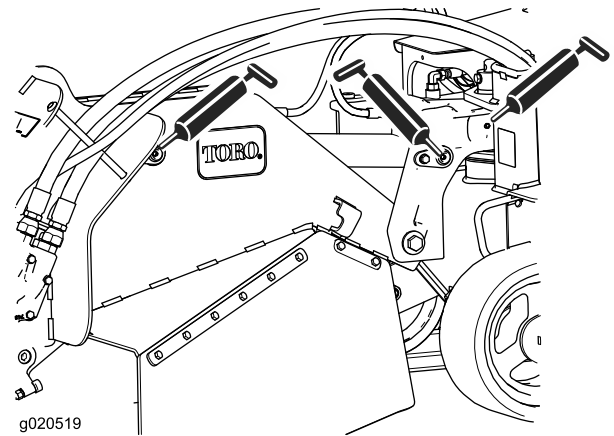
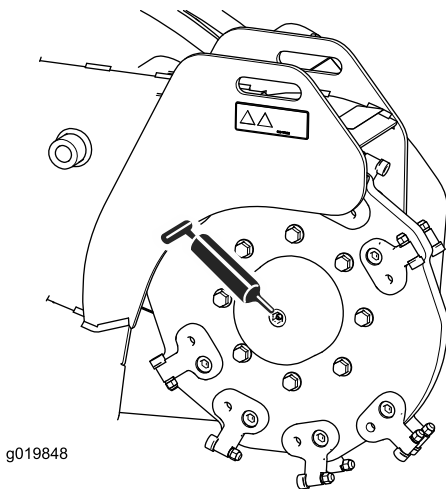

Figura 29
Figura 27
4. Conecte una pistola de engrasar a cada punto de engrase (Figura 27 a Figura 29).